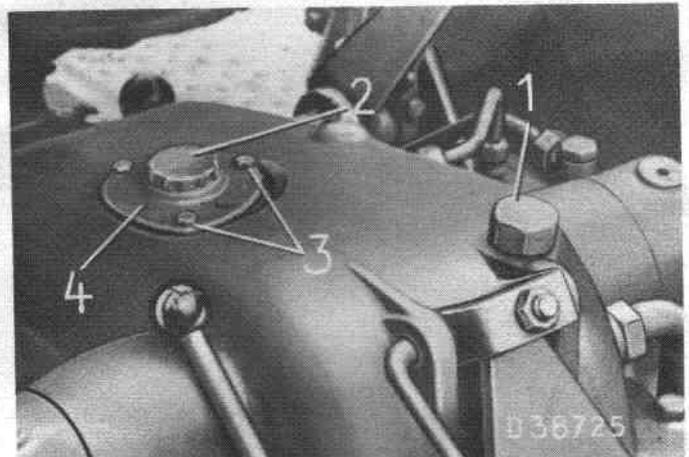

Fig. 120 - 1 - Jauge d'huile
a) A l'arrêt du moteur, dévisser les vis hexagonales "3" (fig. 120) et sortir le filtre (fig. 121).